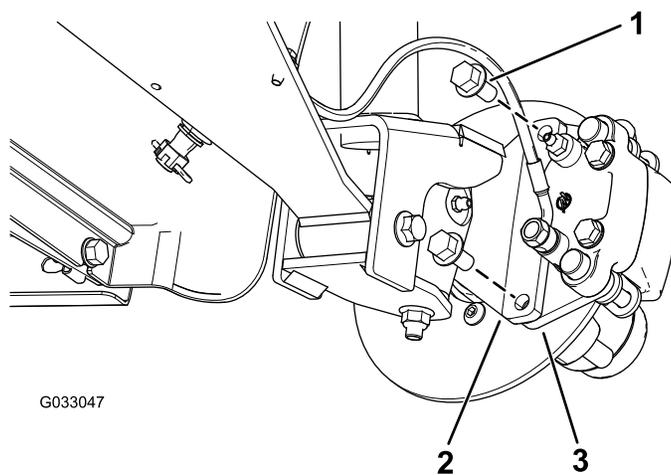

Рисунок 33
3. Выверните болты с фланцевыми головками ($\frac{3}{8} \times \frac{3}{4}$ дюйма), которые крепят кронштейн тормоза в сборе к оси, и отделите тормоз от оси (Рисунок 33).
2. Совместите тормозные колодки с обеих сторон тормозного диска (Рисунок 33) с отверстиями в кронштейне суппорта и отверстиями в креплении тормоза на цапфе (Рисунок 37).
3. Закрепите кронштейн суппорта на цапфе (Рисунок 33) с помощью 2 болтов с фланцевыми головками ($\frac{3}{8}$ x $\frac{3}{4}$ дюйма).